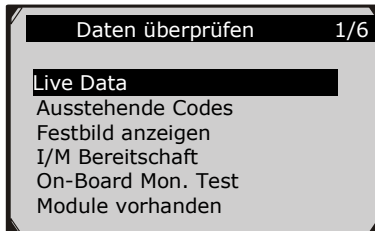

Abbildung 4.1
- 2) Benutzen Sie die **AUF/RUNTER** Tasten um das gewünschte Element aus **Daten überprüfen** Menü auszuwählen, und drücken Sie die **OK** Taste. (Abbildung 4.1)